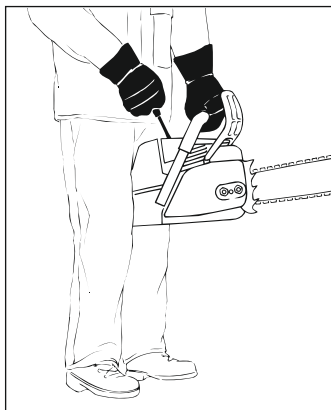

Рис. 57
9.2.2 Между колен или бёдер (рис. 57)